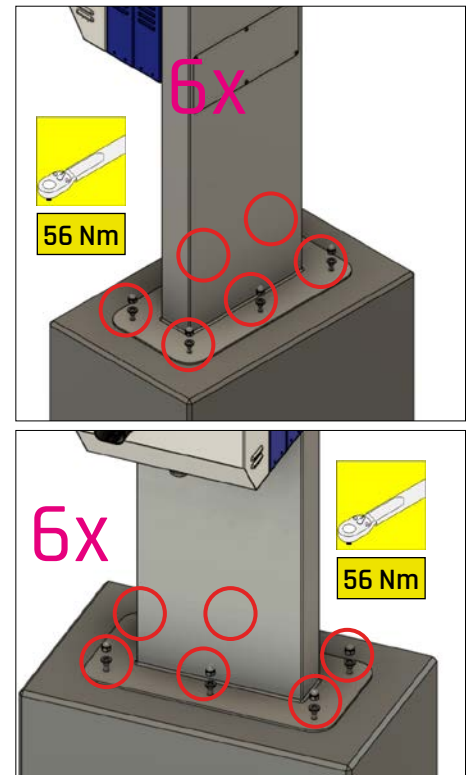

Abb. 16: Montage Standfuß DCW Wallbox
- Für Detail der Montage siehe Abb. 16.